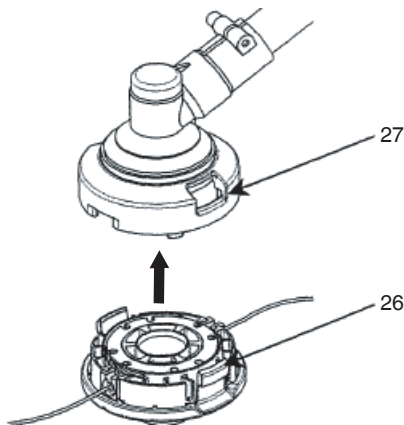

Fig. 30
- (6) Coloque la cubierta sobre la caja de forma que las pestañas de bloqueo de la tapa (26) en la caja coincidan con los orificios grandes (27) de la tapa. A continuación, empuje la caja hasta que se oiga un clic. (Fig. 30)